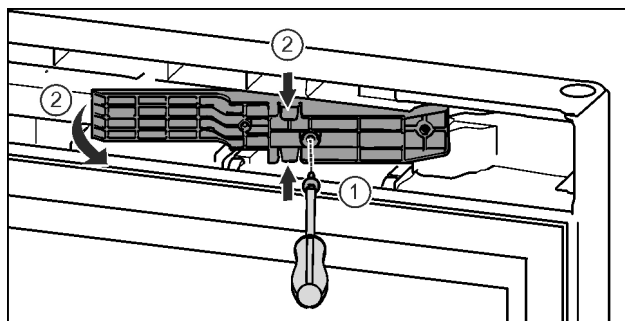

Fig. 16*
- ▶ Vijake odvijte z izvijačem T15.* Fig. 16 (1)
- ▶ Izvalcite prilagodilnik.* Fig. 16 (2)